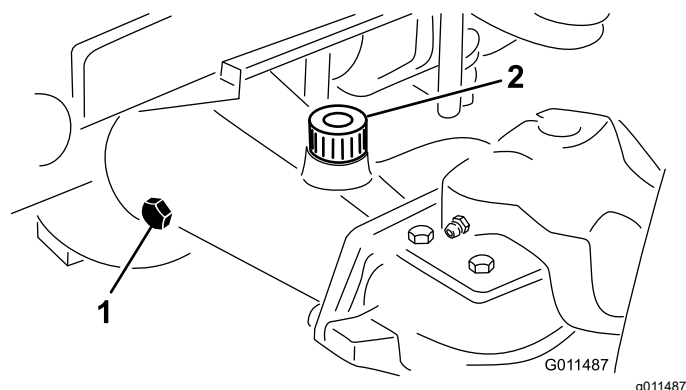

Bild 107
2. Entfernen Sie eine Prüfschraube aus einem Ende der Achse und stellen sicher, dass das Öl die Unterseite des Lochs erreicht (Bild 107).